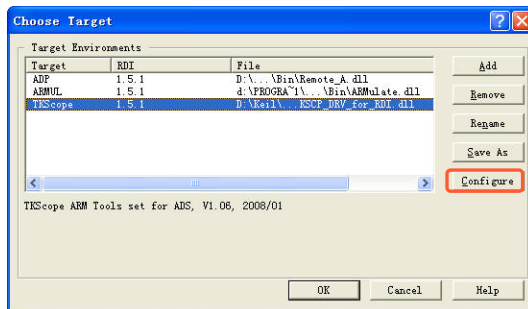
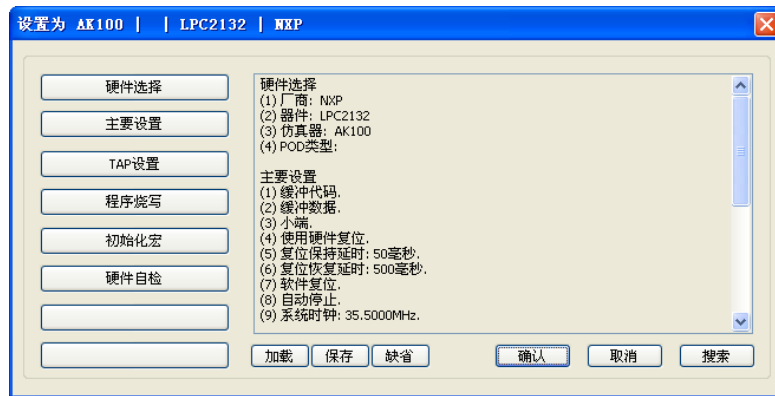

图 4.5 驱动安装完毕
图 4.6 仿真器设置界面
驱动安装完成之后，Choose Target 窗口会显示当前安装的驱动选项，如图 4.5 所示。选中 AK100 仿真器的驱动，点击【Configure】按钮，即可进入 AK100 仿真器设置界面，如图 4.6 所示。
**6** 无论在何种 IDE 环境下，AK100 仿真器设置界面都是一样的（例如，ADS 环境下的图 4.6 与 Keil RealView MDK 环境下的图 3.3），设置方法也是一样的。